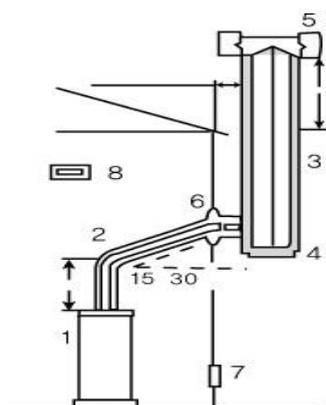

Рис. 30.1.
## 8. Дымоход приставной. (Рис. 30.1)
8.2. Приставной дымоход показан на рис. 30.1.: